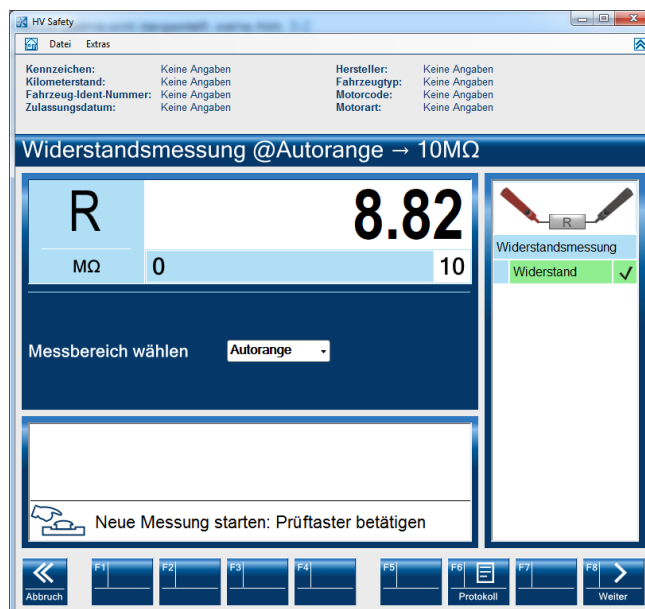

Abb. 3-6
6. Das Messergebnis wird dargestellt, siehe Abb. 3-6 .